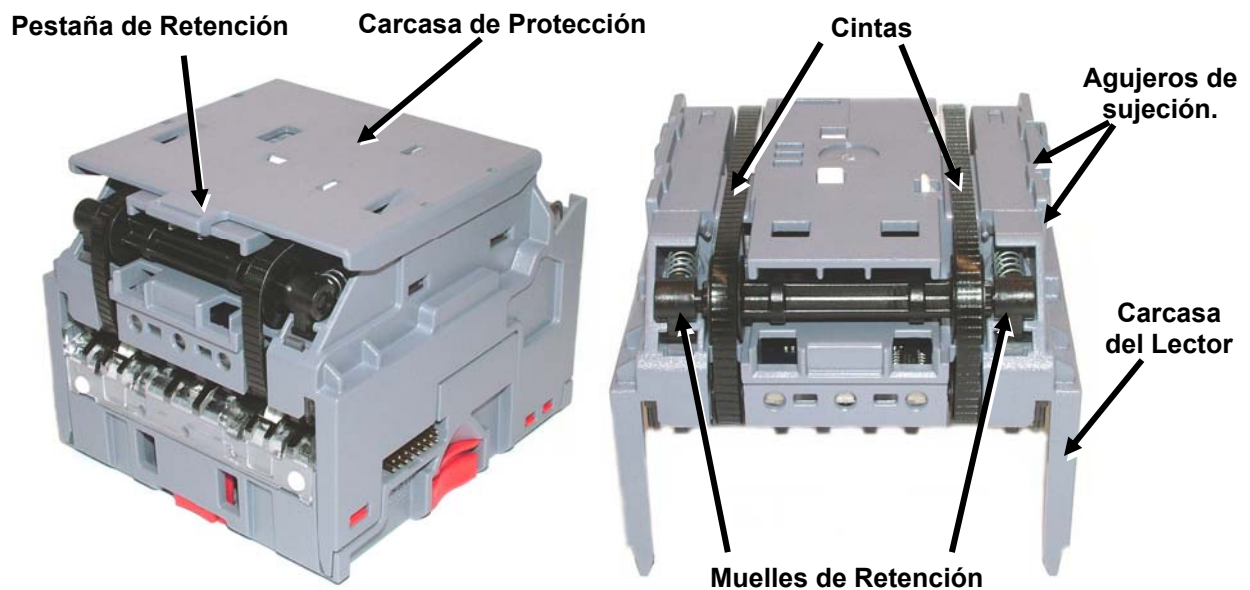

Figura 11 – NV10 Cambio de las cintas
- Quite la carcasa de protección separando la pestaña de retención y tirando de la carcasa hacia atrás (ver figura 11).